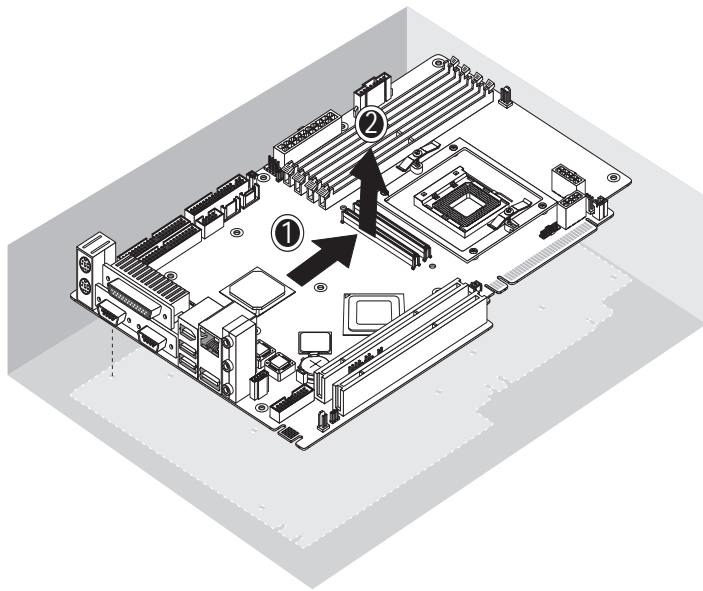

FIGURE 4-30 Retrait de la carte mère du châssis
9. Faites glisser la carte mère vers l'avant du châssis (voir le point 1 de la FIGURE 4-30) et soulevez-la pour la retirer (2).